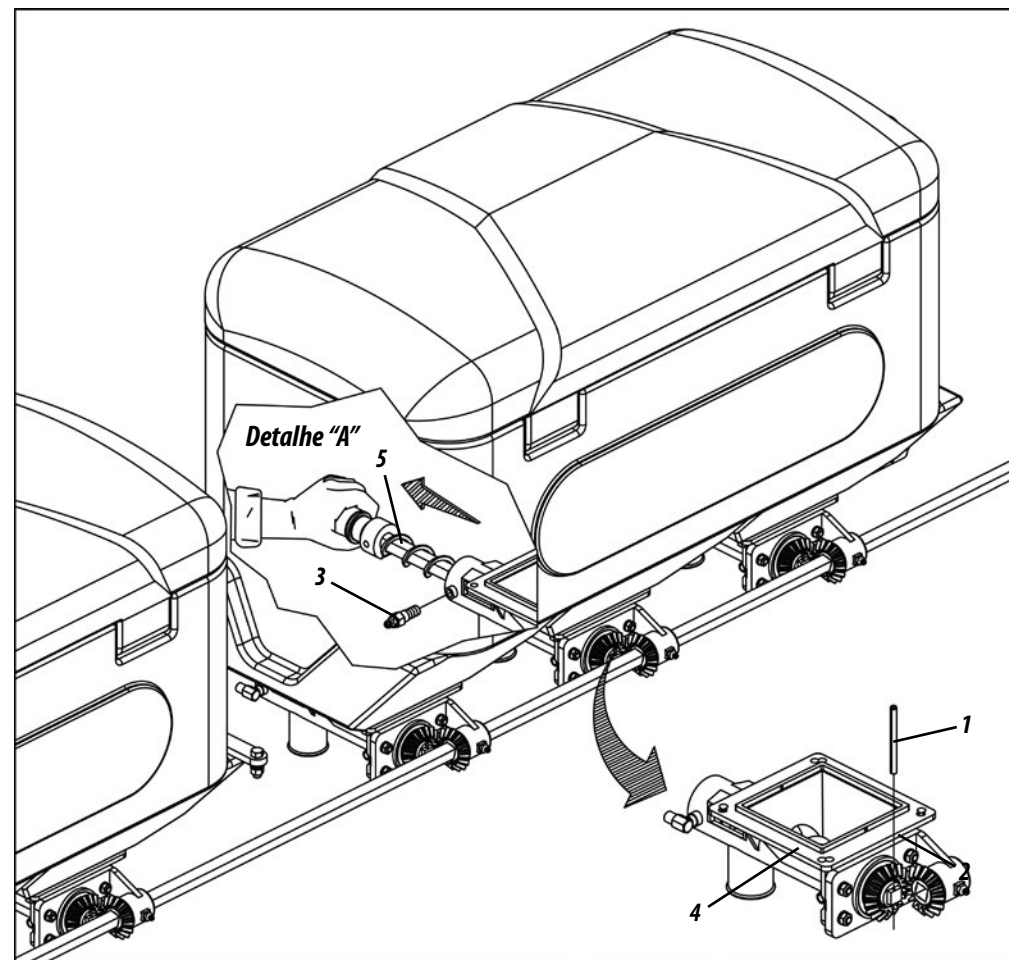

Figura 54
LIMPEZA DO CONDUTOR TRANSVERSAL (FIGURA 54)
- 1- Tire o pino elástico (1) do eixo (2) e o parafuso (3) do canhão distribuidor (4). Em seguida, puxe o eixo (5) para trás, **conforme mostra o detalhe "A", figura 54.**